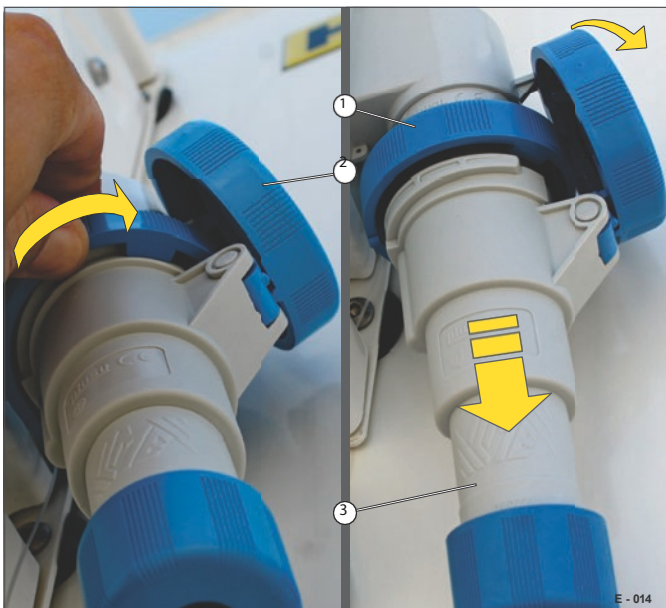

Fig. 14 Lossa adapterkontakten
- Skruva loss skruvlocken (bild 14/1).
- Fäll ner locket (Fig. 14/2) och håll det öppet.
- Dra försiktigt ut adapterkontakten (Fig. 14/3) ur nätanslutningen.